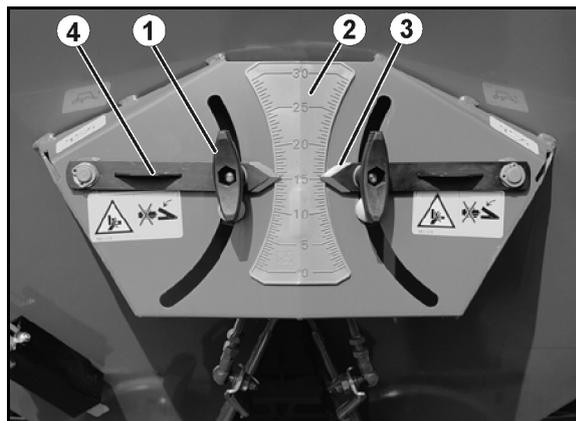

図 60
2. 蝶ナット (図 60/1) を外します。
3. 目盛り (図 60/2) において、散布表に記載されていた、あるいはキャリブレーション装置で検出したシャッター位置用の目盛り値を探してください。
4. 両設定レバー (図 60/4) の読み取りエッジ (図 60/3) をこの目盛り値に設定します。
5. 蝶ナット (図 60/1) を再びしっかり締め付けます。